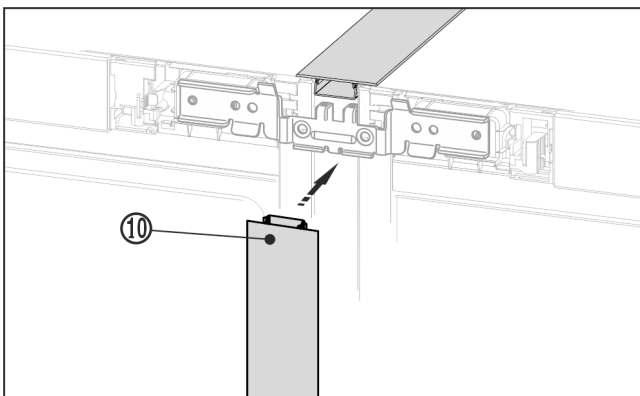

Fig. 23
- ▶ În partea frontală, presați profilul de mascare Fig. 23 (10) în fanta verticală. Aveți grijă ca profilul să se sprijine pe tabla de îmbinare.